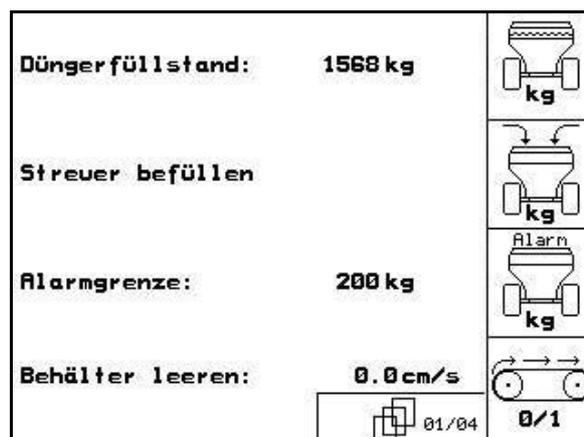

Fig. 18
Seite 1 (Fig. 18):
- ZG-B Drive:** (Fig. 18)